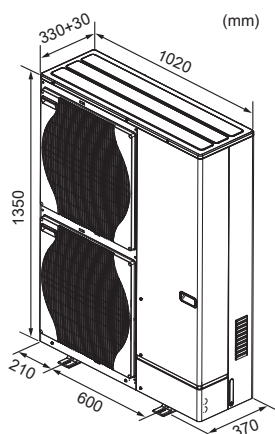

Fig. 2-2
2.2. Ārējie izmēri (ārējā iekārta) (Fig. 2-2)